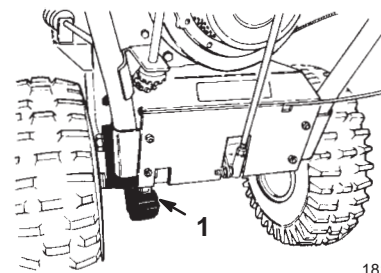

Bild 33
2. Schmieren Sie die Antriebskette leicht mit einem Kettenschmiermittel (Bild 33).